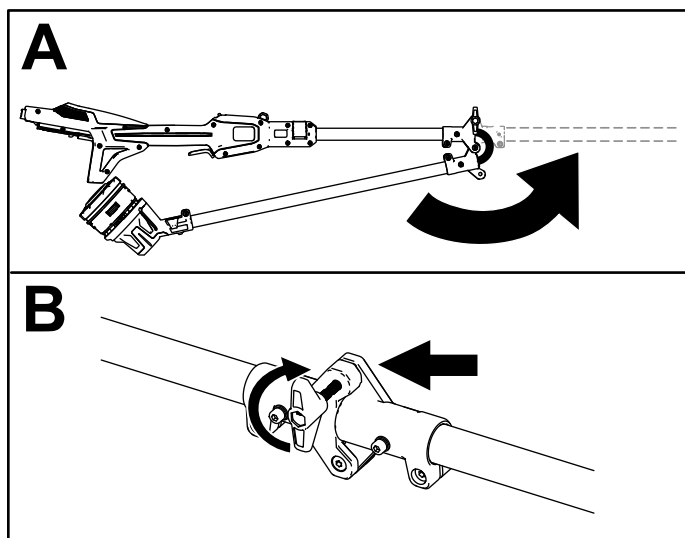

Figura 3
1. Aprite l'albero (A della Figura 3).
2. Fissate l'albero al connettore utilizzando la manopola del connettore (B di Figura 3).